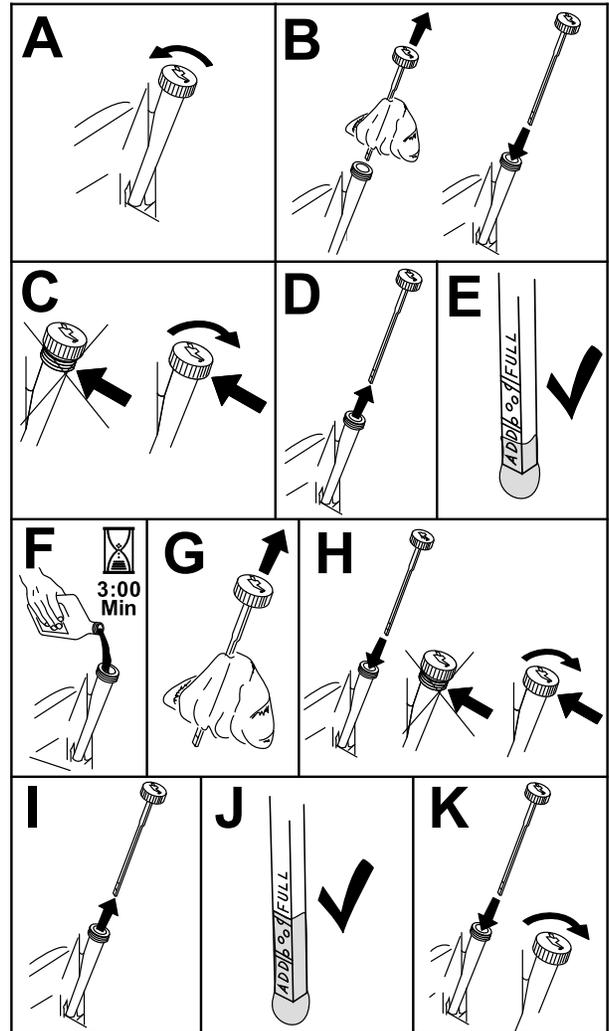

Bild 40
3. Reinigen Sie den Bereich um den Ölfüllstuzendeckel bzw. den Peilstab vor dem Abnehmen, damit kein Schmutz oder Schnittgut usw. in den Motor gelangt (Bild 40).